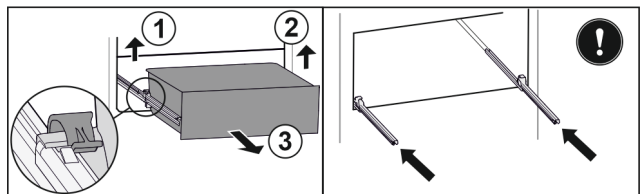

Fig. 129
- Приподнимите левый зажим и одновременно вытяните движением вперед выдвижной ящик слева. Fig. 129 (1)
- Приподнимите правый зажим и одновременно вытяните движением вперед выдвижной ящик справа. Fig. 129 (2)
- Извлеките выдвижной ящик движением вперед. Fig. 129 (3)